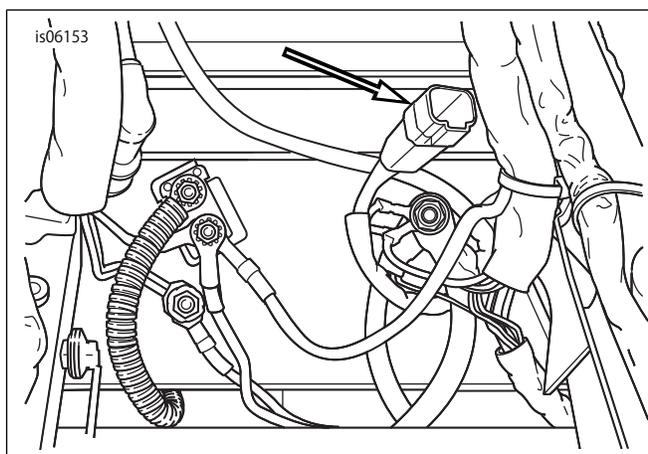

図2。シート下のアクセサリコネクター[4]の位置
4. キットからアダプターハーネス(7)を用意します。「図2」を参照してください。シート下にある4極アクセサリコネクター[4]の位置を確認します。アクセサリコネクターからプラグを外します。